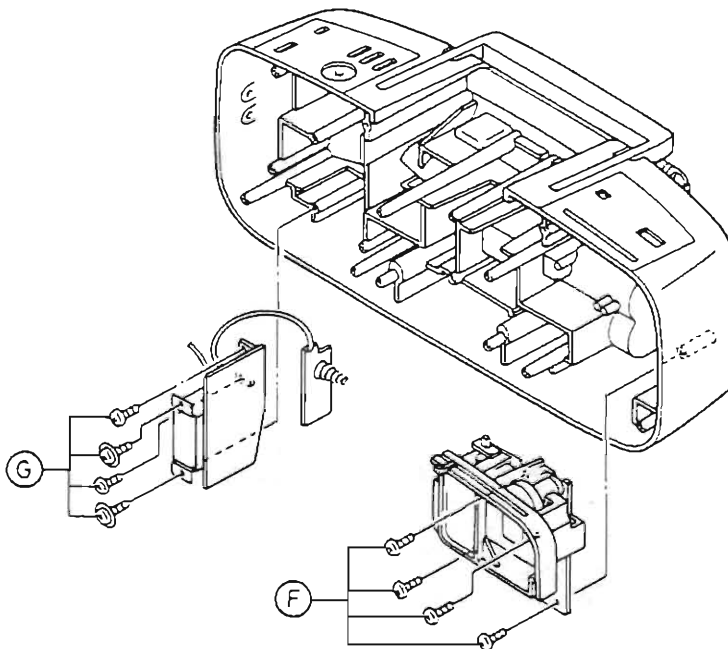

Fig. 7
### 8. Netzteilplatte ausbauen (Fig. 7)
### 8. Removing the Power Supply Board (Fig. 7)
**9. Tunerplatte ausbauen** (Fig. 7)
- Vier Schrauben (E) herausdrehen.
**9. Removing the Tuner P.C.B.** (Fig. 7)
- Undo four screws (E).